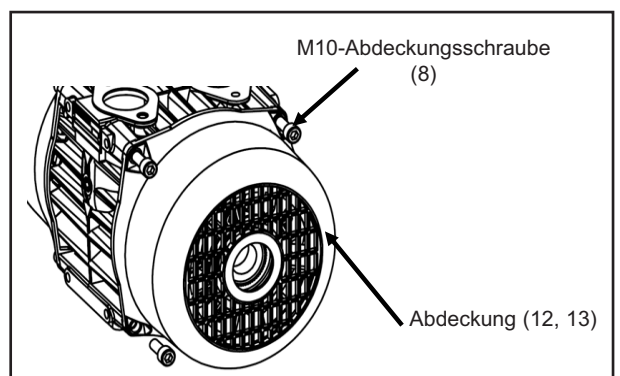

Abb. 29
7. Die beiden Abdeckungen (12 bzw. 13) mit den M10-Schrauben (8) an den Ventilatoren befestigen. Mit 35 N.m Spannkraft anziehen ; siehe Abb. 29.